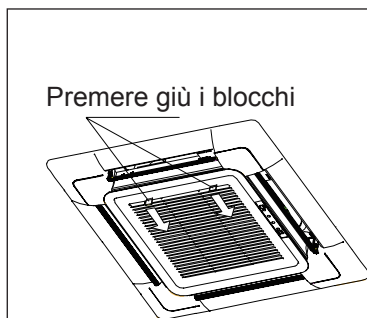
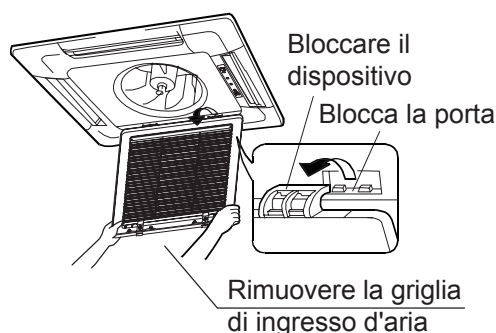

Fig. 1
Fig. 2
1. Rimuovere la griglia di ingresso d'aria come mostrato in figura: premere verso il basso i due blocchi sulla griglia (come mostrato in Fig.1) per spostarli vicino alla griglia, sollevarlo delicatamente di 45 gradi (come mostrato in Fig. 2), e quindi rimuovere la griglia di ingresso d'aria.